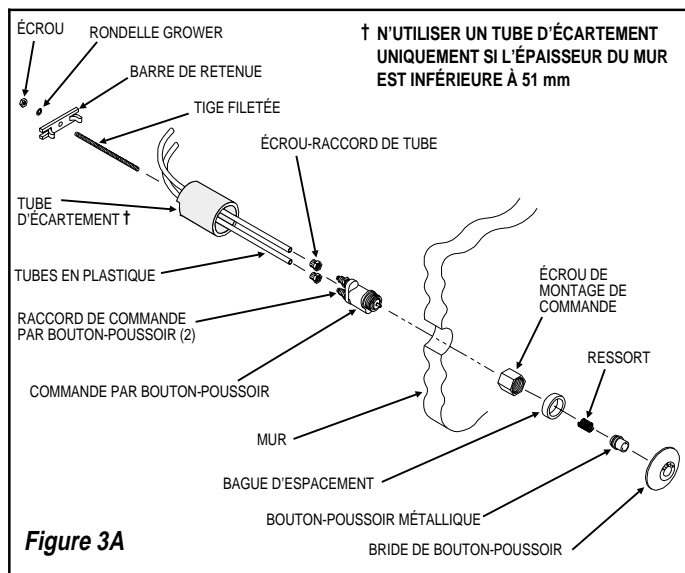

Figure 3A
Étape 3 — Installation de la commande par bouton-poussoir — Figures 3A et 3B (applications à bouton-poussoir hydraulique uniquement)
VARIANTE MBFW (BOUTON MÉTALLIQUE - MUR CÔTÉ SANITAIRE) — COMMANDE PAR BOUTON-POUSOIR MÉTALLIQUE HY-100-A (Figure 3A)